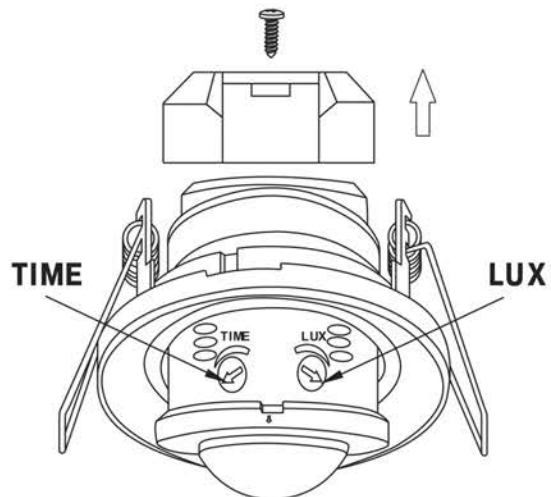

Рисунок 14 – Датчик движения ДД-401
- Открутить винт, снять крышку, защищающую контактные зажимы (рисунок 14).